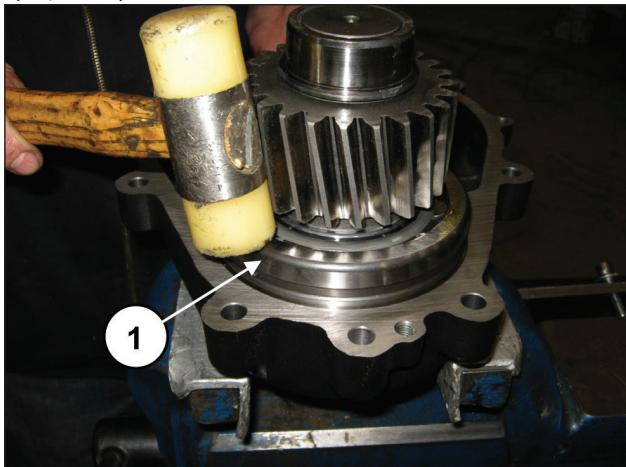

图 87
将预装好的链轮插入减速机盖的专用底座内 · 可使用锤子 (①, 图 87)。